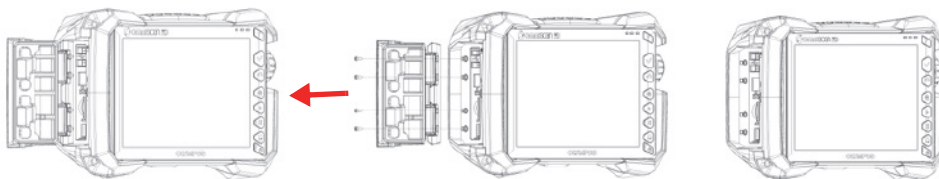

Рис. 2-9 Снятие дверцы отсека
1. Откройте дверцу отсека на левой боковой панели OmniScan X3; с помощью крестообразной отвертки отвинтите четыре винта и снимите дверцу отсека (Рис. 2-9 на стр. 40).